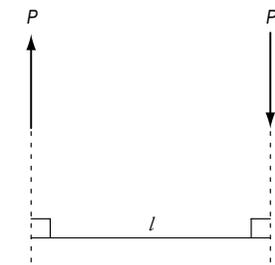
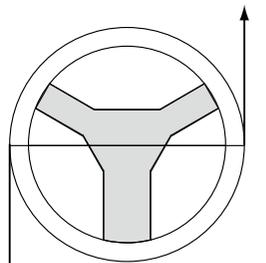

図8 偶力のモーメント
図9 偶力のモーメントの例 (自動車のハンドル)
- (1) 偶力とは、大きさが等しく、互いに平行で、向きが反対の一对の力を用いる。[図 8・図 9]
- (2) 偶力は、物体に対して回転運動を起こし、このような一对の力の効果を偶力のモーメントという。
- (3) 偶力のモーメントの大きさは、次の式で求められる。